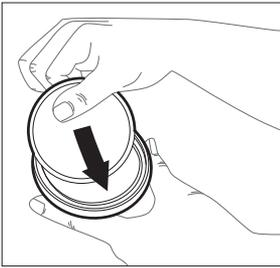

Figura 1
- a. Coloque cada filtro na tampa do filtro, prestando atenção às instruções no filtro "este lado voltado para o rosto" ou "este lado afastado do rosto". (Figura 1).
- b. Coloque cada filtro na tampa do filtro (P/N N750027), prestando atenção às instruções no filtro "Este lado voltado para o rosto" ou "Este lado voltado para fora". (Figura 1).